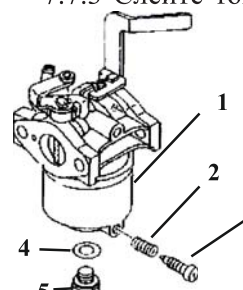

рис. 8
7.7.3 Слейте топливо из поплавковой камеры карбюратора, вывинтив пробку **3** (рис. 8) После слива установите пробку на место и затяните.
7.7.4 В модификациях в которых отсутствует винт слива, бензин сливать вывинтив болт **5** (рис. 8) крепления поплавковой камеры **1** (рис. 8), придерживая камеру.